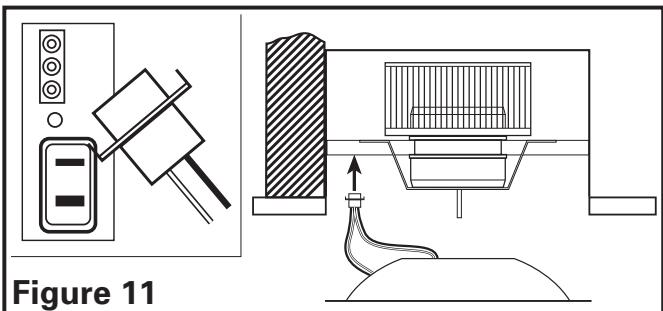

Figure 11
2. Connecter le cordon des socles de lampe dans le réceptacle approprié (**Figure 11**).